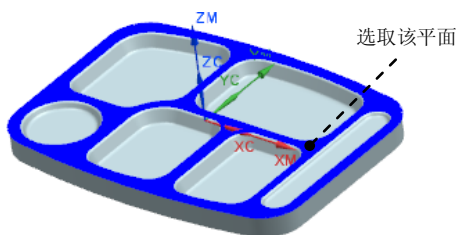

图 1.18 选取切削区域
Step2. 选取图 1.18 所示的平面为切削区域，在“切削区域”对话框中单击  按钮，完成切削区域的选取，同时系统返回到“面铣削区域”对话框。